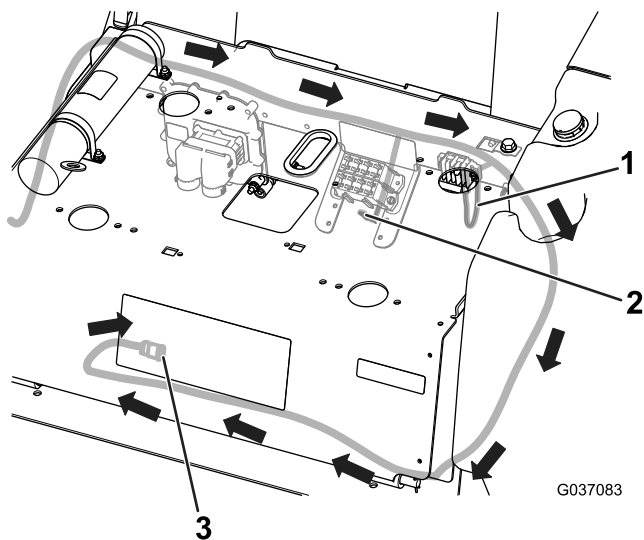

Bild 5
7. Stecken Sie den Anschluss des Sicherungsblocks am Kabelbaum in den Sicherungsblock ein und verbinden Sie den Anschluss des Erdungsblocks mit dem Erdungsblock (Bild 5).